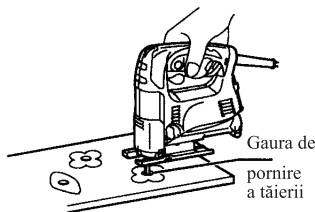
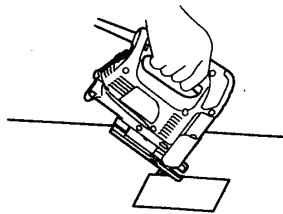

Fig.7
Fig.8
#### **Decupaje (Fig.7 și Fig.8)**
A) Dând o gaură de pornire: Pentru decupaje interne fără o tăietură de racord de la o muchie, dați o gaură de pornire de 12mm sau mai mult în diametru. Introduceți lama în această gaură pentru a începe tăierea.(Fig.7)
1. Înclinați mașina pe muchia din față a bazei cu lama poziționată chiar deasupra suprafeței piesei (Fig.8).